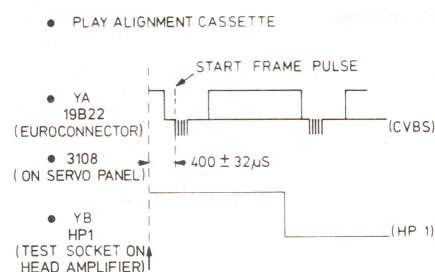

Fig. 1
- Adjust 3108 so that the positive going edge in the HP1 signal is leading $400 \mu s \pm 32 \mu s$ ($\approx 5 \frac{1}{2}$ lines) (see Fig. 1) relative to the leading edge of the frame pulse.
- Ajuster 3108 pour que le flanc en sens positif du signal HP1 se trouve en avance de 400 μ sec \pm 32 μ sec (\approx 5 1/2 lignes) sur le flanc avant de l'impulsion de trame (voir fig.1).
- Regel 3108 af zodat de positief gaande flank in het HP1-signaal zich 400 μ sec \pm 32 μ sec (≈ 5 1/2 lijnen) vóór de voorflank van de rasterpuls bevindt (zie fig. 1).